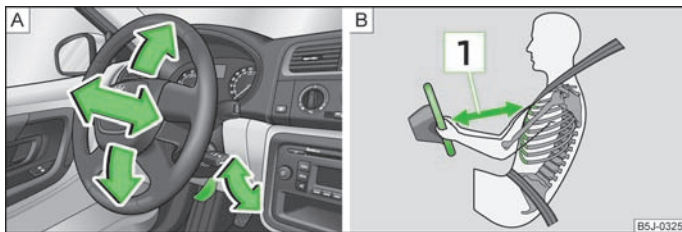

Fig. 75 Volante regulable: Palanca debajo de la columna de dirección/distancia segura hasta el volante
- Girar la palanca situada debajo del volante hacia abajo » fig. 75 - A.